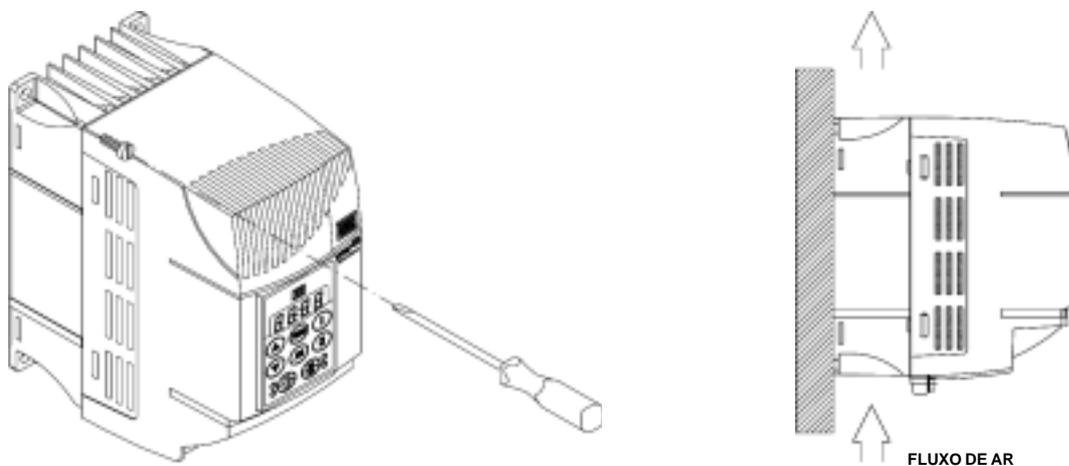

Figura 3.3 - Procedimento de instalação do CFW-08
- Ver figura 3.3 para procedimento de instalação do CFW-08.